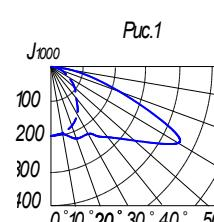

Рис.1
1.5 Распределение силы света светильников показано на рис.1. Тип кривой силы света в горизонтальной плоскости - круглогодиметрическая, в вертикальной плоскости – полуширокая.